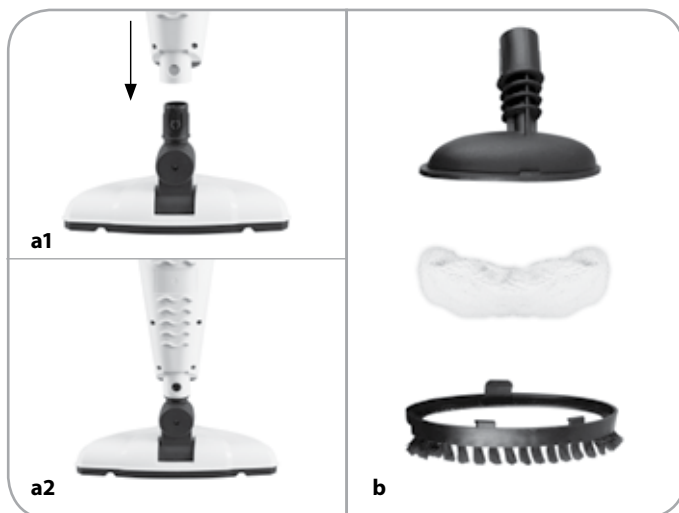

fig. 2
- Los cabezales (8) y (19), la rasqueta (22) y el adaptador (13) deben instalarse directamente en el asiento (7) – **fig. 2**.